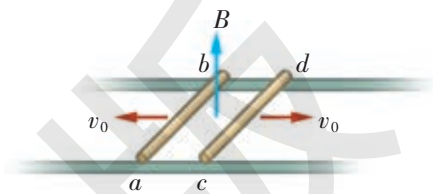

图 1-69
6. 如图 1-69 所示,两根相距 $d = 0.20 \text{ m}$ 的平行金属轨道固定在同一水平面内,并处于竖直方向的匀强磁场中,磁感应强度 $B = 0.20 \text{ T}$ 。导轨上